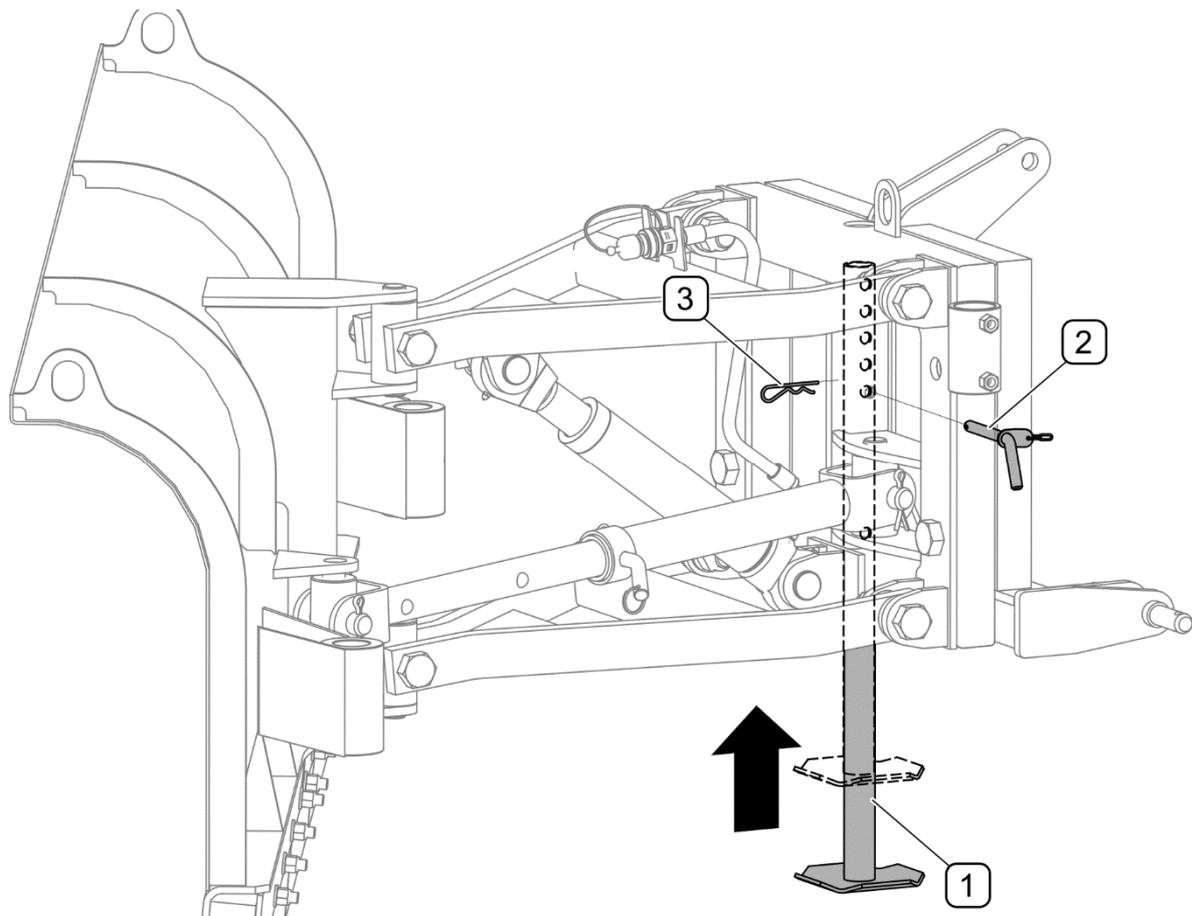
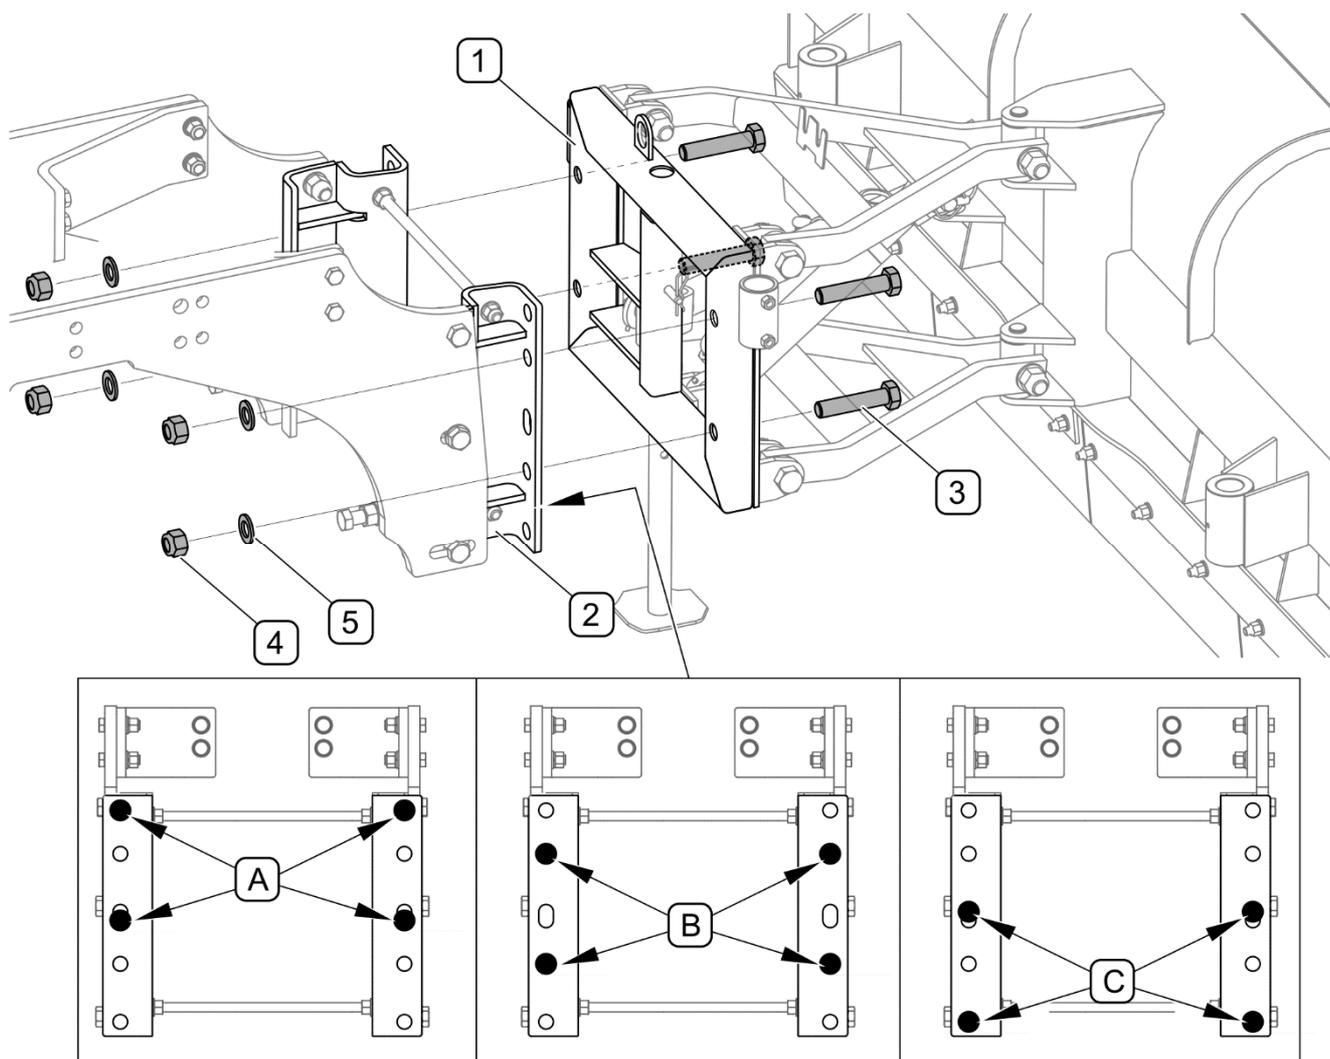

РИСУНОК 4.3 Подъем стояночной опоры
РИСУНОК 4.7 Соединение снегоотвала с несущей рамой
- Поднять снегоотвал, поднять стояночную опору и заблокировать ее в верхнем положении (РИСУНОК 4.3).
После того, как снегоотвал будет навешен и поднят, необходимо поднять стояночную опору (РИСУНОК 4.3) следующим способом:
(1) - крепежная рамка (2) - кронштейны несущей рамы; (3) - болт M24x110-8.8;
(4) - гайка M24; (5) - шайба 24-100HV, (A), (B), (C) - группы крепежных отверстий
Несущая рама (РИСУНОК 4.7) позволяет навешивать машины на трех высотах (A, B, C), в зависимости от размера колес и типа переднего моста трактора (РИСУНОК 4.7). Для крепления рамки (1) снегоотвала необходимо использовать отверстия в кронштейнах (2) несущей рамы. Нижние болты (3) должны оказаться на высоте A = 430 мм от очищаемой поверхности. После закрепления снегоотвала на несущей раме трактора необходимо поднять и заблокировать стояночную опору в верхнем положении (РИСУНОК 4.3).